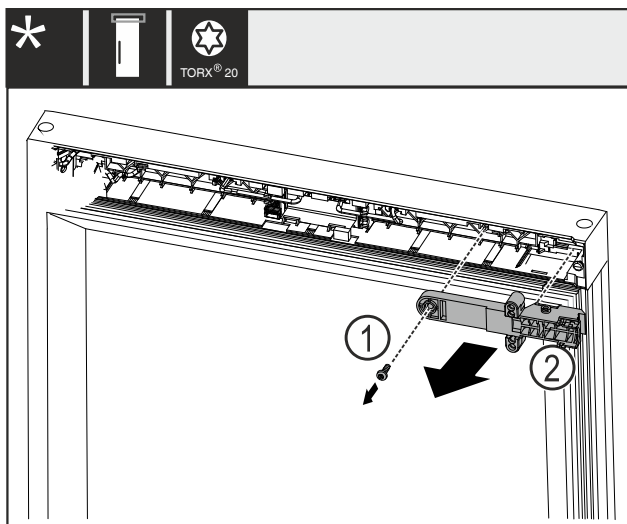

Fig. 25
- ▶ Izvadite vijak Fig. 25 (1).
- ▶ Skinite element za držanje brave Fig. 25 (2).